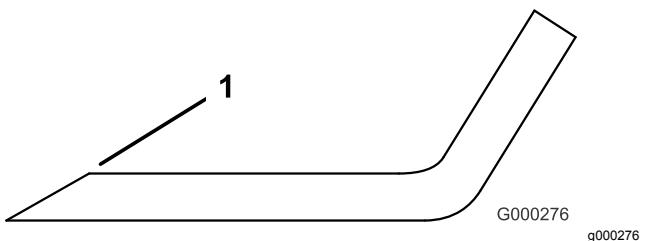

Figure 128
3. Examinez les tranchants de toutes les lames et aiguisez-les s'ils sont émoussés ou ébréchés (Figure 128).
Remarque: N'aiguisez que le haut du tranchant et conservez l'angle de coupe d'origine pour obtenir une coupe nette (Figure 128). Limez la même quantité de métal sur chacun des deux tranchants pour ne pas déséquilibrer la lame.